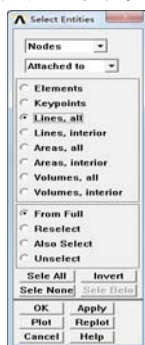

图 9-66 “Select Entities”对话框
④依次选择 Utility Menu→Select→Entities，会弹出“Select Entities”对话框。在第一个下拉框中选择“Nodes”，在第二个下拉框中选择“Attached to”，在第三个单选框中选择“Lines, all”，如图 9-66 所示，单击“OK”按钮关闭该对话框。
⑬依次选择 Utility Menu→Select→Entities，会弹出“Select Entities”对话框。在第一个下拉框中选择“Nodes”，在第二个下拉框中选择“Attached to”，在第三个单选框中选择“Lines, all”，如图 9-66 所示，单击“OK”按钮关闭该对话框。
⑯依次选择 Utility Menu→Select→Entities，会弹出“Select Entities”对话框。在第一个下拉框中选择“Nodes”，在第二个下拉框中选择“Attached to”，在第三个单选框中选择“Lines, all”，如图 9-66 所示，单击“OK”按钮关闭该对话框。